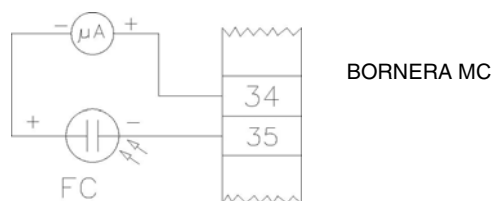

Fig. 35
- Exámen y limpieza cuidadosa de la fotocélula UV revelación llama. Si fuese necesario, sustituir. En caso de dudas verificar el circuito de revelación, después haber puesto nuevamente en función el quemador, siguiendo el esquema en Fig. 35.
Para medir la señal de detección, seguir el esquema indicado en las Fig. 35. Si la señal es inferior al valor indicado, controlar la posición de la fotocélula de detección, los contactos eléctricos y, eventualmente, sustituirla.